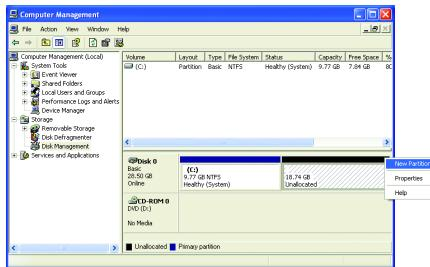

図 6
5. オペレーティングシステムをインストールする前にハードドライブを適切に分割していなかった場合、ハードドライブの空きスペースを使用して新しいパーティションを作成することができます（図 6、7）。ただし、**ディスク管理**に示されたハードドライブのシステムパーティションに未割り当てのスペースがない場合、新しいパーティションを作成したり Xpress Recovery2 を使用することはできません。この場合、オペレーティングシステムを再インストールし、ハードドライブを再分割してください。